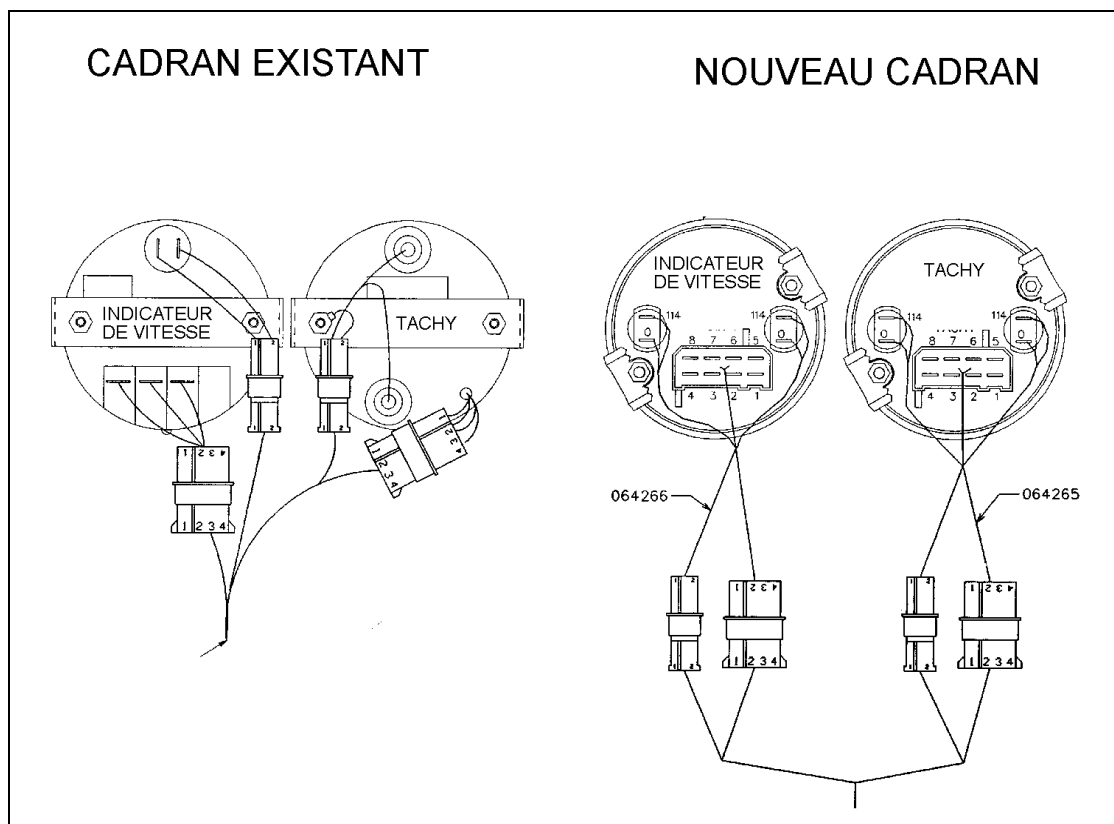
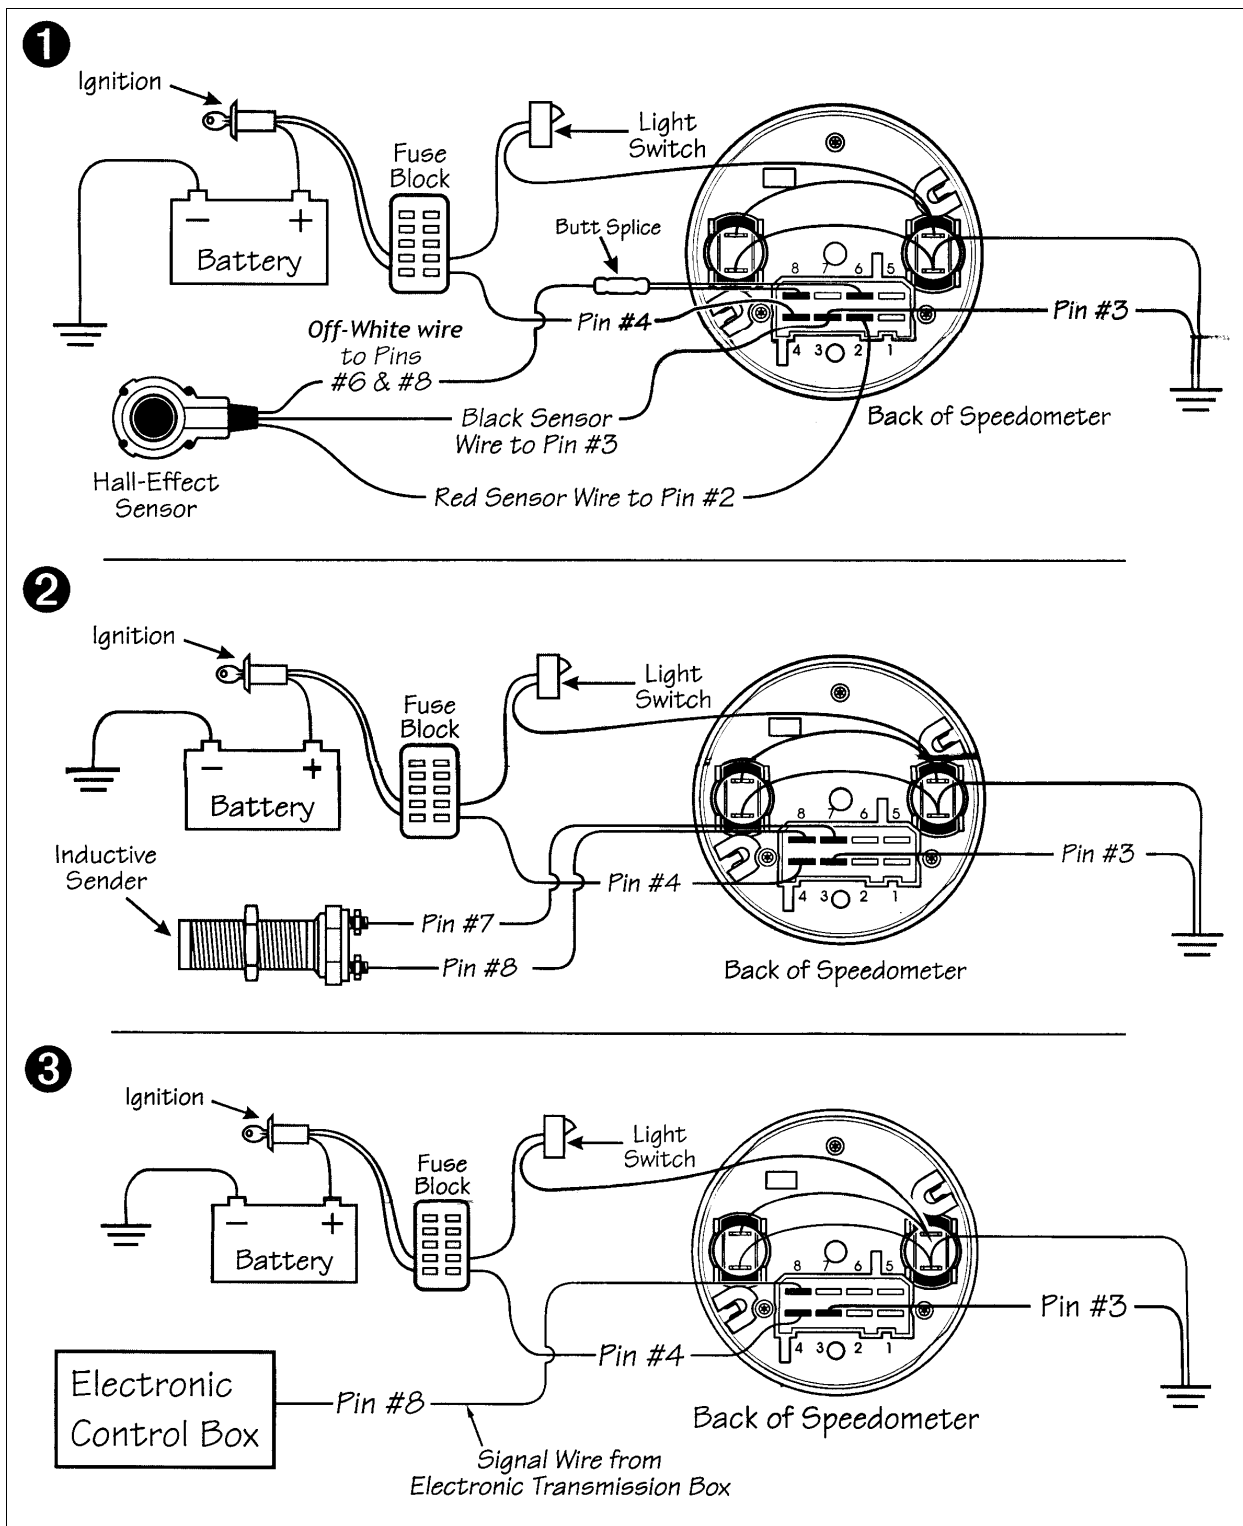

FIGURE 1
FIGURE 2 : BRANCHEMENT DE L'INDICATEUR DE VITESSE. 1 : CAPTEUR À EFFET HALL; 2 : CAPTEUR À INDUCTION; 3 : ECU DE LA TRANSMISSION
5. Débrancher les connecteurs de l'indicateur de vitesse ou du tachymètre selon le cas (Fig. 1).
7. Brancher l'instrument selon la figure 1 en utilisant les câblages #064266 ou #064265 inclus dans les ensembles. Si le connecteur du câblage #064266 ou #064265 ne peut être raccordé au connecteur du véhicule, identifier le type de branchement requis pour votre véhicule à l'aide des figures 2 ou 3 selon le cas et effectuer le branchement selon ces figures.